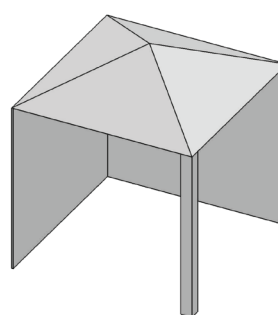
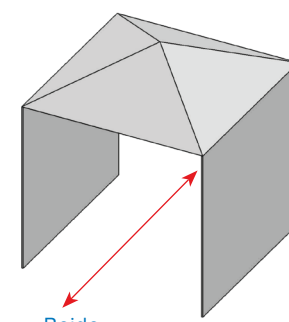

Fig. 2
Fig. 3
- » De zijwanden mogen parallel zijn, zoals in een doorlaat, of onder een rechte hoek ten opzichte van elkaar. (Fig. 2 & Fig. 3)